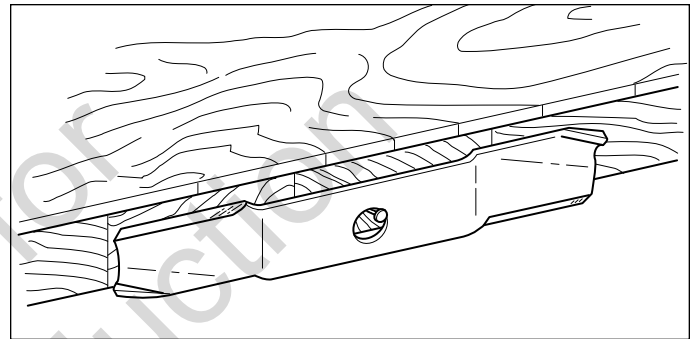

Figura 20. Equilibrado de la cuchilla
5. Equilibre la cuchilla como se muestra en la Figura 20. Centre el orificio de la cuchilla en un clavo lubricado con una gota de aceite. Una cuchilla equilibrada permanecerá nivelada.